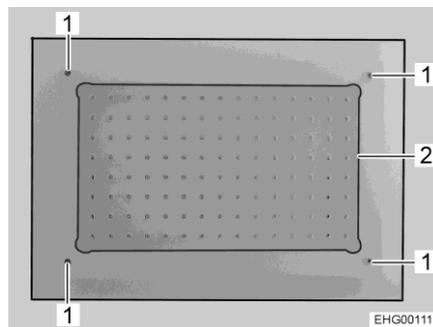

Bild 316 Deckenleuchte
- 4 Schrauben (Bild 316,1) herausdrehen.
- Glasplatte (Bild 316,2) mit fest montierten LEDs abnehmen.
- Neue Glasplatte inklusive LEDs aufsetzen und 4 Schrauben (Bild 316,1) hineindrehen.